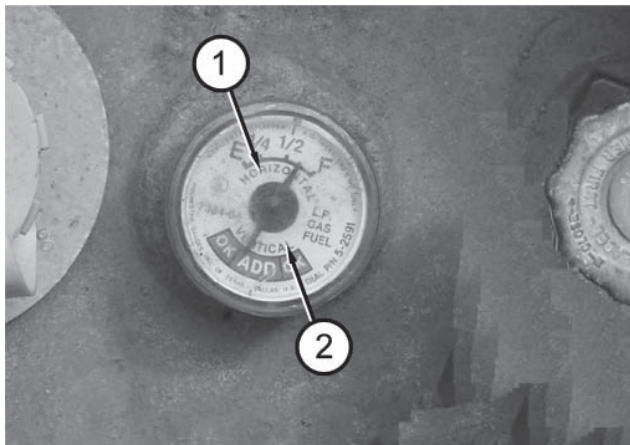

Abb. 4.6 – Kraftstoff-Füllstandsmesser
LPG-Tanks haben oben zwei Kraftstoffmesser. Mit einem wird die genaue Kraftstoff-Füllmenge gemessen, wenn der Tank vertikal positioniert ist ❶ und mit dem anderen, wenn der Tank horizontal liegt ❷. Die Anzeige erfolgt bei beiden in Bruchteilen des vollen Tanks (siehe Abb. 4.6).